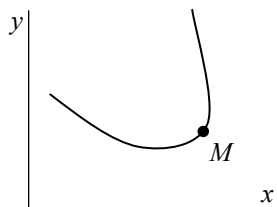

Рис. 49
25. Известны проекции скорости на оси координат в точке M : $v_x = -3$ м/с, $v_y = -5$ м/с (рис. 49). Постройте вектор скорости $\vec{v}_M$.